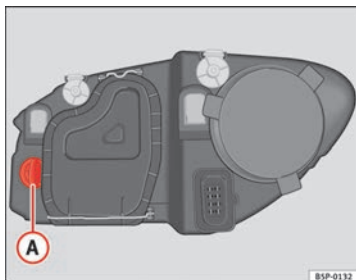

Fig. 178 Lámpara luz intermitente
- Gire el portalámparas ⇒ fig. 178 **A** a la izquierda y tirar.